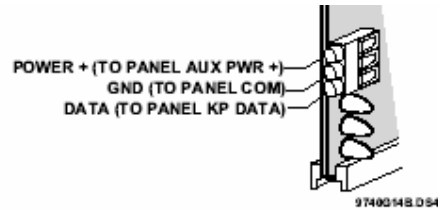

Figure 5. Wiring the Module Power and Data Terminals to the Panel Power and Data Terminals
2. 用 0.3mm2 或更粗的线连接模块电源和数据端口到主机的电源和数据端口 (见图 5)